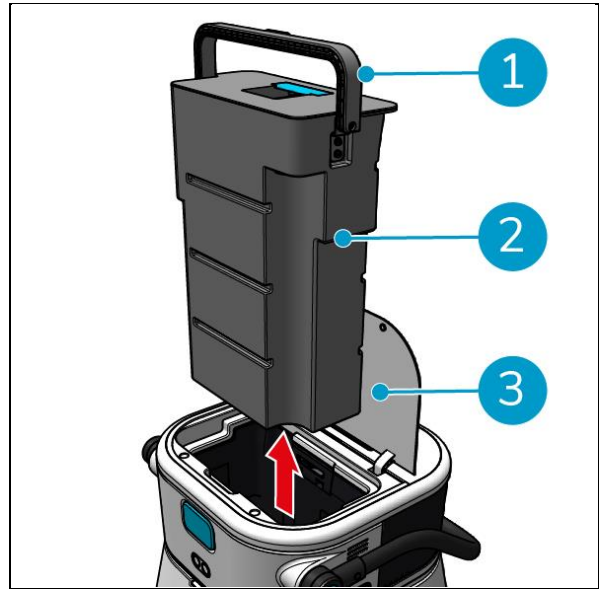

Abbildung 30
1. Öffnen Sie vorsichtig den Deckel des Ausgleichsbehälterfachs (Abbildung 30, Pos. 3) auf der Oberseite des co-botic™ 45.
2. Klappen Sie den Griff des Auffangbehälters um (Abbildung 30, Pos. 1) in eine senkrechte Position bringen und den Schmutzwassertank entfernen.
15. Setzen Sie den Ausgleichsbehälter entgegen der Pfeilrichtung wieder ein, siehe Abbildung 30.